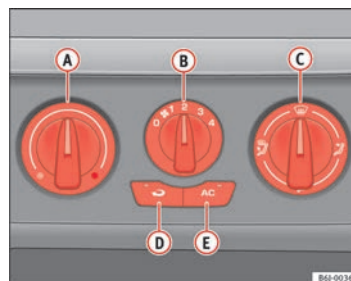

Abb. 91 In der Instrumententafel: Bedienelemente Klimaanlage
- Mit den Reglern ⇒ Abb. 91 **A** und **C** und mit dem Schalter **B** stellen Sie die Temperatur, die Gebläsestufe und die Luftverteilung ein.